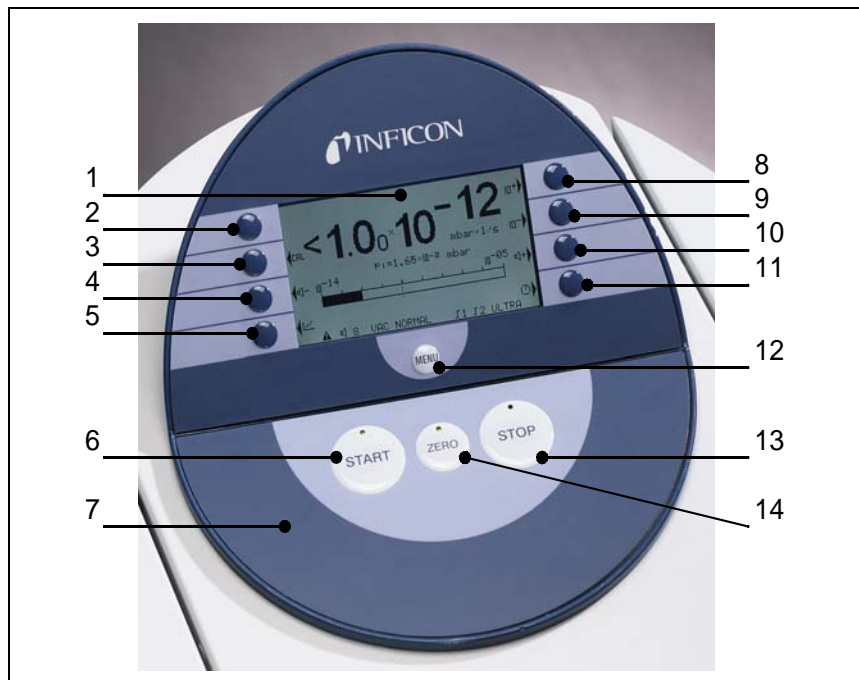

Fig. 4-2 Bedieningspaneel
De *Bedieningspaneel* Fig. 4-2/7 heeft een LCD-scherm (LC display), *START*, *STOP*, *ZERO* (*achtergrondonderdrukking*) en *MENU* (*menu*) toetsen en nog acht andere toetsen voor de verschillende menu's en ingevoerde gegevens.
Het *LCD scherm* Fig. 4-2/1 vormt het communicatie-interface met de bediener van het apparaat. Op het bedieningspaneel worden uitstroomsnelheden, statusmeldingen van de lekdetector, meldingen, waarschuwingen en foutmeldingen weergegeven.
Een druk op de *START toets* Fig. 4-2/6 activeert de UL1000 und UL1000 Fab, zodat deze met de metingen begint. Indien u in de meetmodus nogmaals op de toets *START* drukt, wordt de maximale uitstroomsnelheid (hold functie) geactiveerd. Dan wordt de maximale uitstroomsnelheid weergegeven die sinds „*START*“ opgetreden is. Door nogmaals op de *START*-toets te drukken, wordt de hold functie opnieuw geïnitieerd.
Door op de *STOP toets* Fig. 4-2/13 te drukken, onderbreekt u de metingen. Wanneer u deze toets langer ingedrukt houdt, wordt de inlaat belucht conform de voorwaarden die in het menu *Vertraging van de beluchting* gedefinieerd werden. Zie hoofdstuk Refer to chapter 6.6.1.2 *Vertraging van de beluchting*, om de tijdparameter voor de beluchting in te stellen.
Met een druk op de *ZERO toets* Fig. 4-2/14 activeert u de achtergrondonderdrukking.
Met een druk op de knop *MENU* (Refer to chapter Fig. 4-2/2) wordt het keuzemenu op het display weergegeven. Deze functioneert onafhankelijk van de modus behalve tijdens de kalibratieprocedure.
De functie van de acht toetsen links en rechts van het display Fig. 4-2/2 ... /5 en /8 ... /11 is afhankelijk van het actueel geselecteerde menu.
- Toets nr. 1 Fig. 4-2/2 heeft de functie *terug/afbreken*.
- Toets nr. 8 Fig. 4-2/11 is de bevestigingstoets (*OK*).